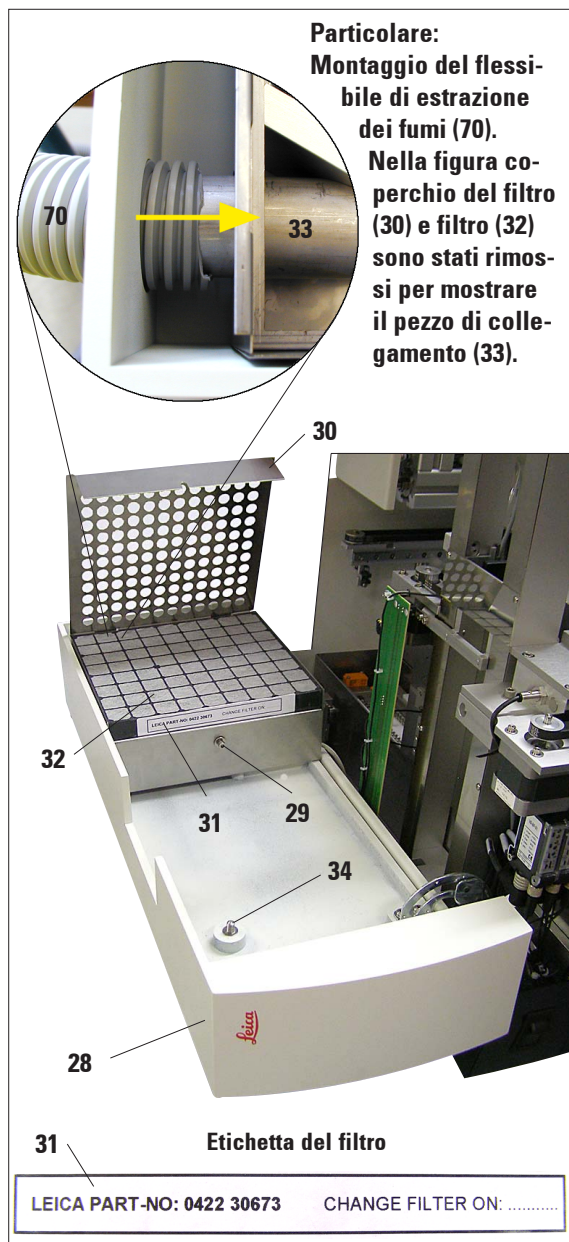

Fig. 7
- Allentare la vite zigrinata (34) sullo sportello di manutenzione (28), a sinistra dell'apparecchio, quindi aprire lo sportello di manutenzione verso sinistra (Fig. 7).
- A questo punto, allentare la vite (29) del coperchio del filtro (30) con una chiave Allen SW 3 e sollevare il coperchio.
- Sull'etichetta del filtro (31) si può annotare la data di utilizzo del filtro.
- Inserire il filtro, chiudere il coperchio (30) e fissarlo nuovamente con la vite (29).
(Particolare in Fig. 7)
- Aprire lo sportello di manutenzione (28) a sinistra dello strumento, come descritto nel Cap. 4.3.3 (vedere Fig. 7).